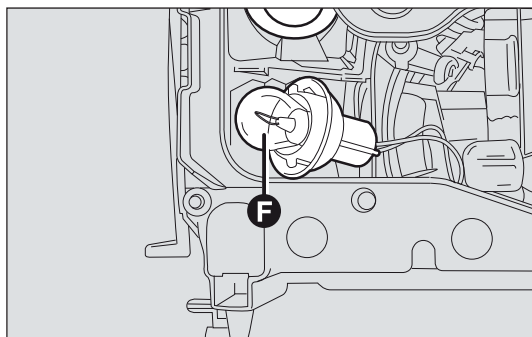

fig. 144
- ☐ extraiga la lámpara fundida F-fig. 144 e introduzca la lámpara nueva;